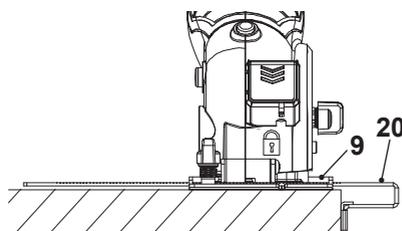

Fig. 10
1. Fixar a guia paralela (20) ao produto e ajustar à largura desejada.
3. Colocar a placa base (9) plana sobre a peça de madeira longa e orientar lateralmente o produto ao longo do bordo (Fig. 10).